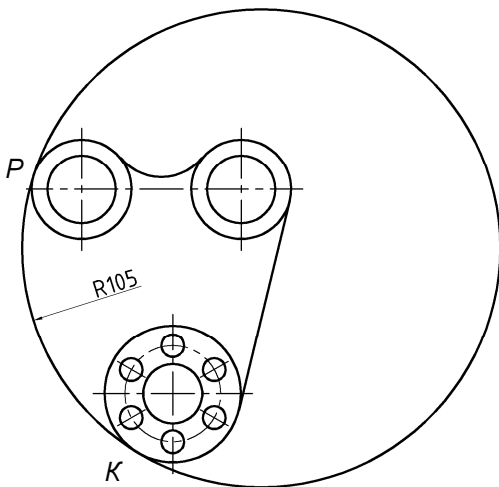

Рис. 89. Построение сопряжения PK
6. Командой *Circle* (*Круг*) построить сопряжение радиусом 105 мм (внутреннее касание) между двумя окружностями $\varnothing 44$ и $\varnothing 60$ (рис. 89):